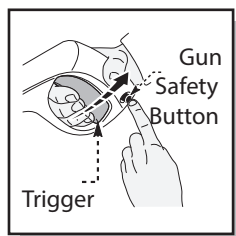

Fig. 17
- Relâchez le bouton de sécurité sur le pistolet en mouvant le bouton de droite à gauche. (Figure 17) Dirigez le pistolet dans une direction sûre, appuyez sur la gâchette du pistolet jusqu'à avoir un jet constant d'eau, en laissant sortir l'eau et l'air du tuyau.